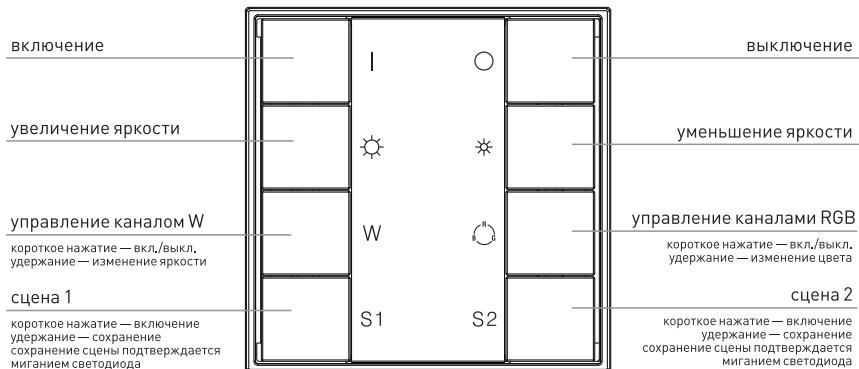

Рис. 2. Назначение кнопок
- 3.8. Проверьте управление с панели [Рис. 2].